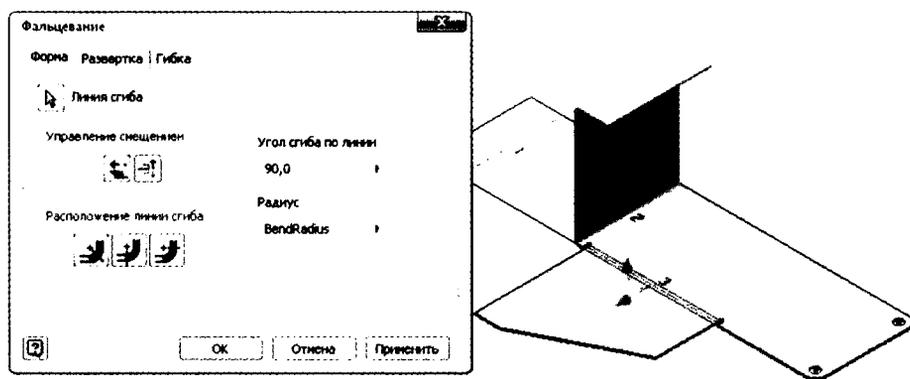

Рис. 10.21. Сгибание плоских граней по линиям
16. Нажмите кнопку **Сменить сторону**, убедитесь, что теперь выбрана правильная часть (рис. 10.21), и нажмите **ОК**.